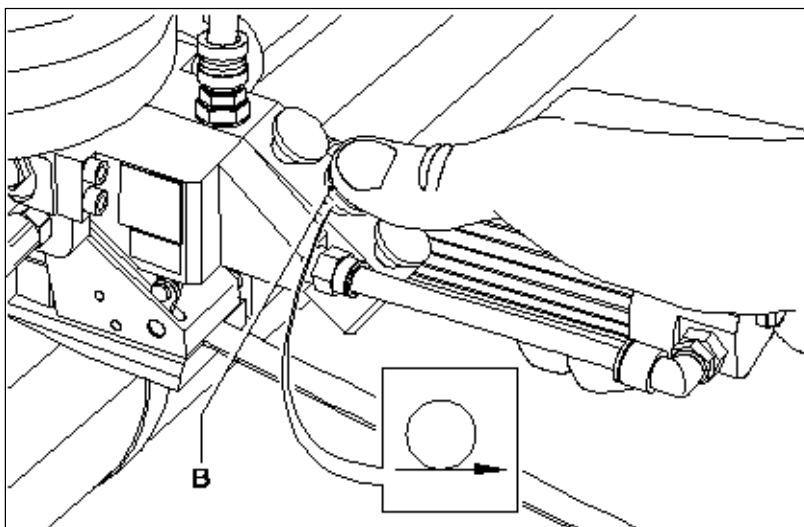

FIG. 5
Premere il pulsante (B) per tendere la reggia e richiudere la macchina. Ultimata l'operazione, rilasciare il pulsante (B) (fig.5).
Presser le bouton (B) pour tendre le feuillard et fermer la machine, et le laisser dès que l'opération est terminée (B) (fig.5).